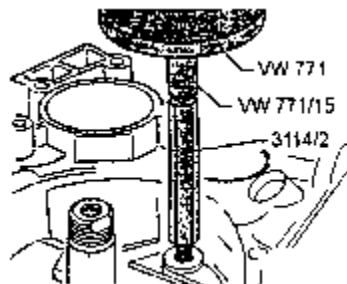

图 7-144 拔出定位杆轴
(1) 拔出定位杆轴。用多用途工具 VW771 拔出轴, 如图 7-144 所示。